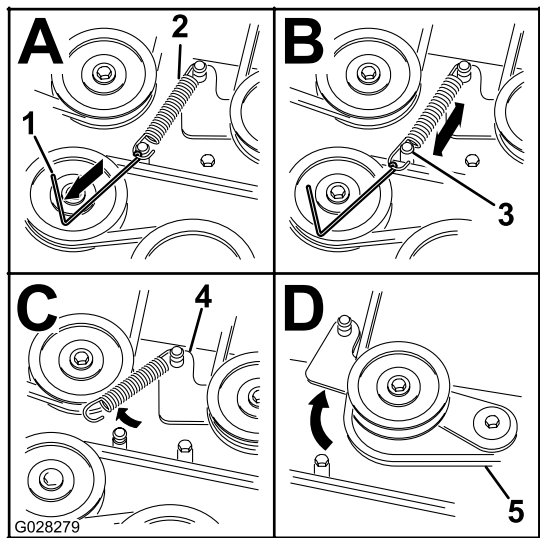

Рисунок 62
8. Снимите натяжение пружины с подпружиненного натяжного шкива. См. раздел Рисунок 62.
Примечание: Используйте съемник пружины (№ 92-5771 по каталогу Toro) для снятия пружины со штыря деки газонокосилки (Рисунок 62).